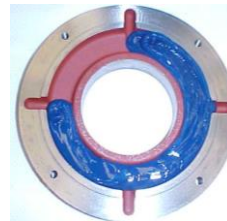

Figura 7.8: Anillo de fijación externo del cojinete
- Llenar ¾ del depósito de los anillos de fijación interno y externo con la grasa recomendada (Figura 7.8) y lubricar el rodamiento con cantidad suficiente de grasa antes de montarlo;